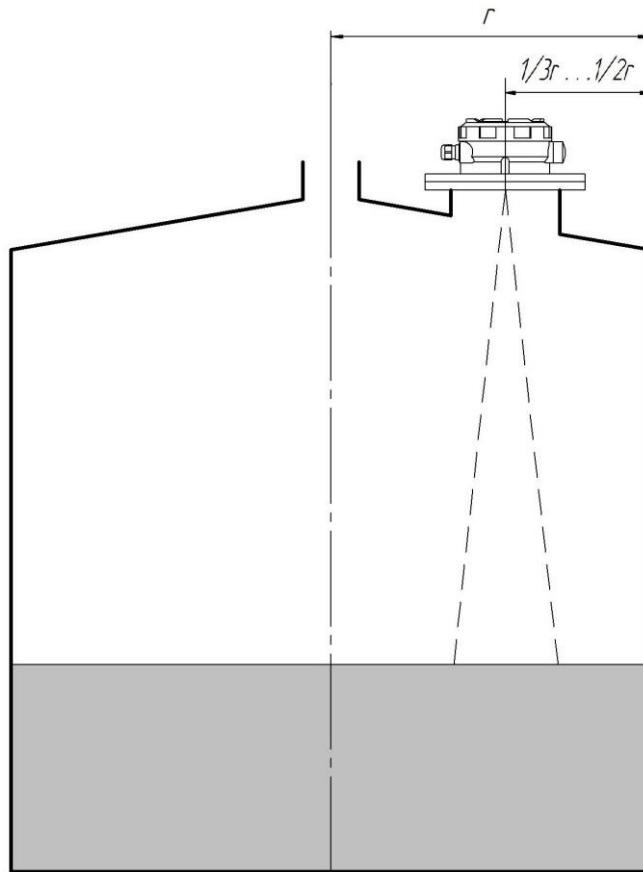

Рис. 4.7. Установка прибора
- расстояние от стенки емкости до центральной оси уровнемера выбирать в пределах 1/2...1/3 радиуса резервуара, рис. 4.7;